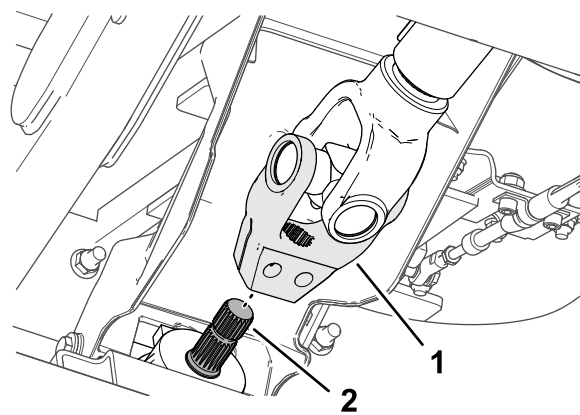

**Рисунок 17**
1. Удерживая ведущий вал, отверните колпачковый винт и контргайку, которые крепят вилку ведущего вала к монтажному кронштейну клапана рулевого управления (Рисунок 17), и осторожно опустите ведущий вал.